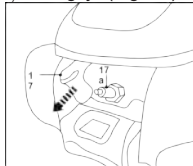

Fig. 29
1. Deconectați conectorul bujiei (18) (Fig. 29).